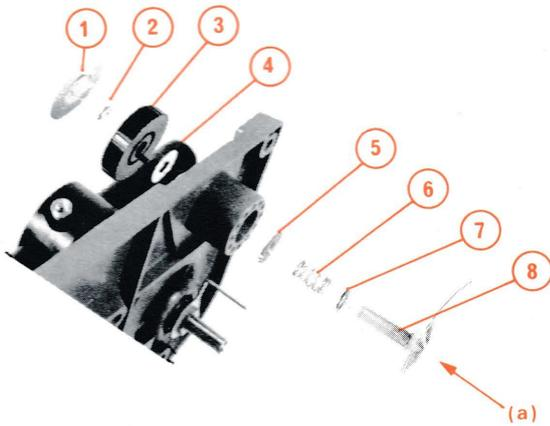

Fig. 4
D. DEMONTAGE DU SYSTEME DE COMPENSATION DE LA FORCE CENTRIPETE (« ANTISKATING ») (Fig. 4)
- 1° - Décoller l'enjoliveur (1) du bouton (3) de réglage de compensation de la force centripète (« ANTISKATING »).
- 2° - Retirer l'anneau d'arrêt (2) de l'axe (8) tout en exerçant une poussée de l'ensemble dans le sens de la flèche (a).
- 3° - Relâcher et dégager le bouton (3), les rondelles (4) (5) et (7) ainsi que le ressort (6).
- 4° - Le ressort de compensation de la force centripète solidaire de l'axe (8) est alors libre.